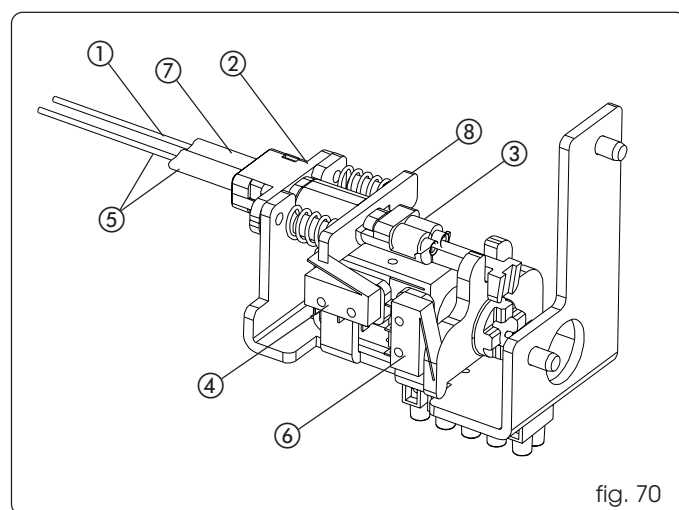

fig. 70
- Fare passare il cavo (fig. 70 rif. ①) all'interno del particolare ② portando la guaina in battuta (fig. 70 rif. ⑦).
- Inserire il cavo nel morsetto (fig. 70 rif. ③).
- Tirare il particolare ⑧ a battuta (comprimendo le molle) e avvitare la vite del morsetto ③ bloccando il cavo in acciaio. tagliare il cavo in acciaio in eccesso.
- Sbloccare il pomello ruotandolo di 90° e verificare che lo sblocco funzioni. Verificare inoltre che tirando il pomello si attivi il microinterruttore di apertura porta (fig. 70 rif. ④).
Per il collegamento elettrico del blocco motore consultare le presenti istruzioni nella sezione relativa alla scheda elettronica. Se è necessaria l'installazione dello sblocco esterno utilizzare i pulsanti a chiave T211F o T21EF. Inserire il cavo di sblocco sul blocco motore utilizzando l'apposita sede (fig. 70 rif. ⑤).